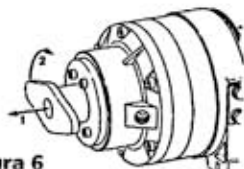

Figura 6
1. Para colocar el cabrestante en la posición de enrollado libre, primero remueva cualquier carga del cable metálico y del tambor. Sujete el mango de enrollado libre, ubicado en el extremo de la caja del freno. Tirelo directamente hacia atrás hasta que tope. Rótelo aproximadamente 1/4 de vuelta y suéltelo. Ahora el cable metálico se puede tirar del tambor (Vea la Figura 6).
2. Para volver a enganchar el impulsor del cabrestante, gire el mango en cualquier dirección hasta que sienta que vuelve a enganchar el cuerpo del enrollado libre. El mango se mueve hacia adelante pero no hasta la posición de completamente enganchado (Vea la Figura 6). Esto es normal y se debe al desalineamiento de las ranuras del impulsor. Se puede lograr el enganche completo si se usa una de las técnicas siguientes.